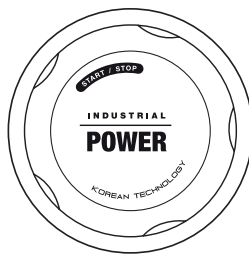
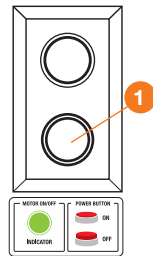

Рис. 5
Рис. 5.1
- Переведите выключатель на мойке в положение **START** (Рис. 5) или нажмите на кнопку включения ❶ на модели **DAW 990SW-3** (Рис. 5.1). Двигатель начнет работать создавая давление в системе, при достижении максимального значения давления двигатель остановится.
- Переведите выключатель в положение **STOP** (Рис. 5) или нажмите на кнопку выключения **1** на модели **DAW 990SW-3** (Рис. 5.1).